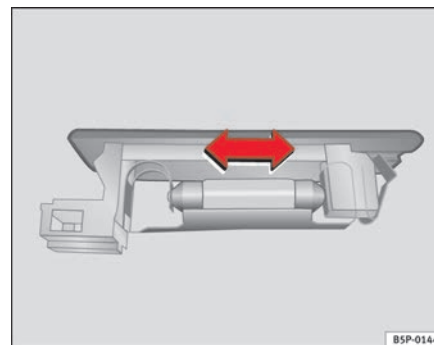

Fig. 198 Luce bagagliaio
- Premere lateralmente la lampada ed estrarla dall'alloggio ⇒ fig. 198. ■